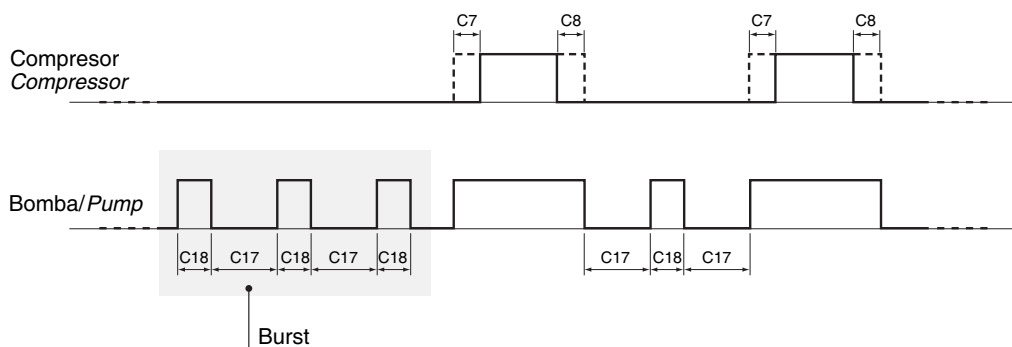

Fig. 5.9
**c18:** Representa el tiempo mínimo durante el cual la bomba permanecerá activa, ver fig. 5.9 (activa con H05=3 ver el parámetro H05).
**c18:** This represents the minimum time that the pump remains ON for, see Fig. 5.9 (active with H05=3 see parameter H05).